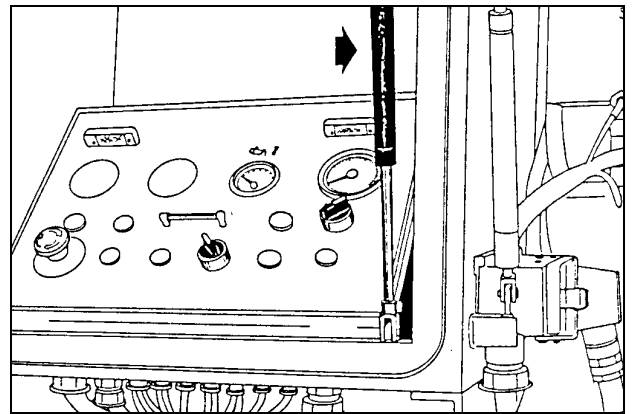

Fig. 2
- ⇒ No abrir los muelles bajo presión de gas (Fig. 2), como p. ej. los muelles instalados en las chapaletas de mantenimiento: